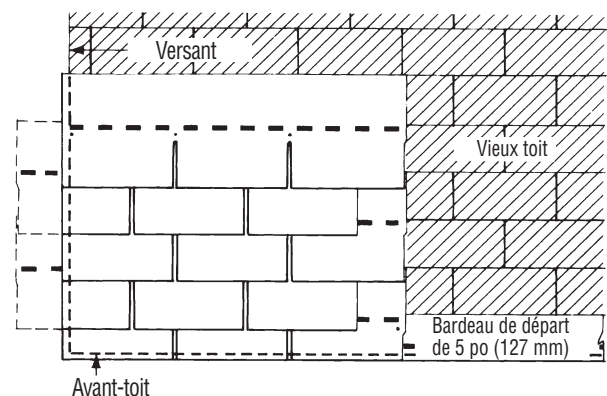

Figure 10-22 : Alignement vertical, imbriqué.
- Retrancher 6 po (15 cm) d'un côté du premier bardeau de départ et poser la pièce de 30 po (76 cm) restante sur le premier rang des vieux bardeaux, dans le coin inférieur gauche. Ce bardeau et tous les autres qui suivront doivent appuyer contre l'extrémité du vieux bardeau (figure 10-22).
- Aligner le bord supérieur des bardeaux de 10 po (25 cm) de façon à ce qu'ils appuient contre les jupes des bardeaux de l'ancien troisième rang (figure 10-22).
- Retrancher 6 po (15 cm) du côté gauche d'un bardeau entier. Appuyer le bord supérieur de ce bardeau de 12 po par 30 po (30 cm par 76 cm) contre le bord inférieur des bardeaux de l'ancien quatrième rang (figure 10-22).
- Pour les rangs suivants, alterner les bardeaux entiers et les bardeaux de 30 po (76 cm) (retrancher 6 po [15 cm] sur le côté gauche du bardeau) jusqu'en haut du versant en une seule colonne (figure 10-22).